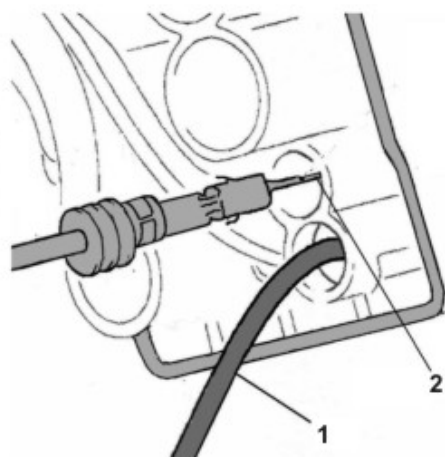

Figura 5.
16. Montare il terminale del cavo nero/bianco proveniente dalla spina di cablaggio XE1 (camera 44) nella spina del cablaggio X26 ed il terminale del cavo marrone, quindi montare il fermo (Figura 5).
- ▶ **camera 1 (Kabel 1, Figura 5)**
- ▶ **camera 2 (Kabel 2, Figura 5)**